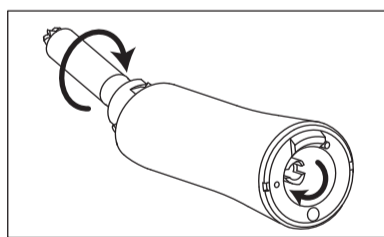

図11
- 2) ドライブシャフト先端の歯車を回して、歯車がかみ合っていることを確認します。(図11)